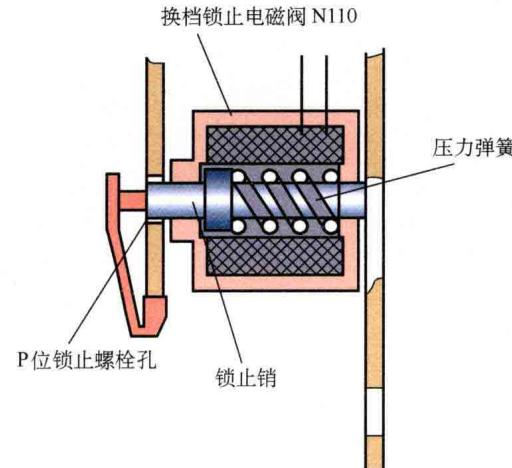

图2-4 P位锁止
① 变速杆在P位锁止：当变速杆在P位时，弹簧使锁止销在P位锁止孔，这可以防止变速杆意外换档，如图2-4所示。